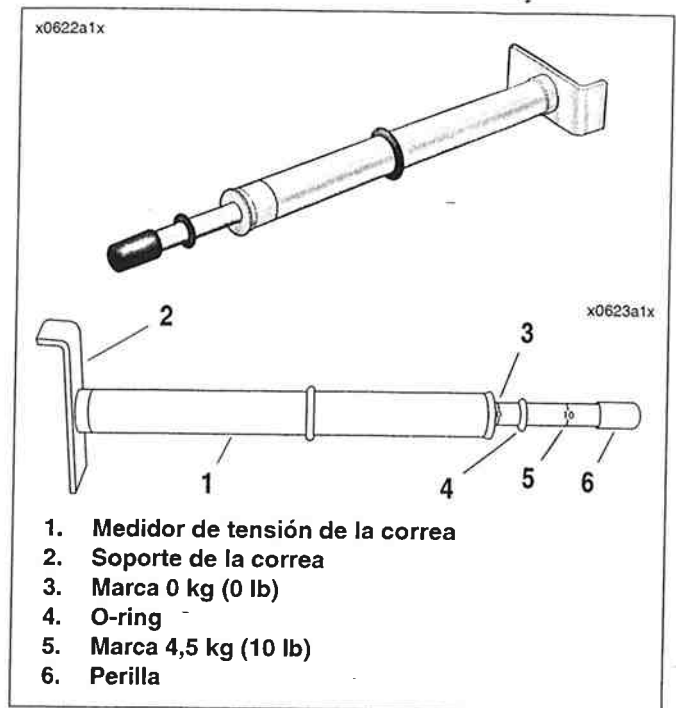
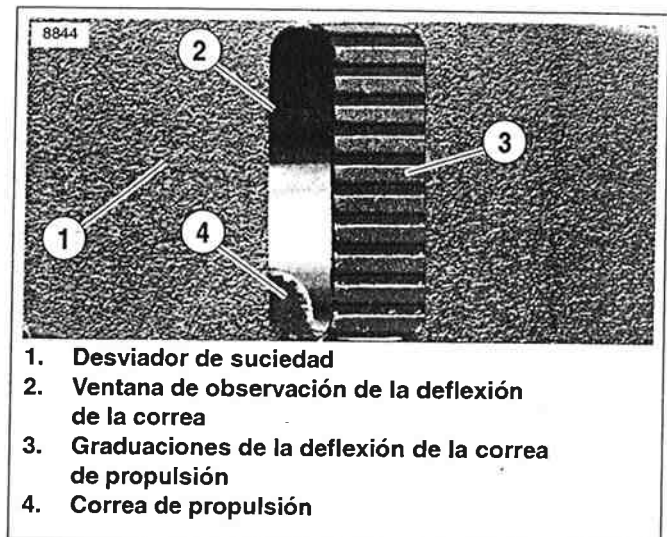

Figura 1-39. Medidor de tensión de la correa (HD-35381-A)
Figura 1-40. Ventana de deflexión de la correa
1. Vea la Figura 1-39. Obtenga el MEDIDOR DE TENSIÓN DE LA CORREA (HD-35381-A).
- a. Deslice la junta tórica (4) hacia la marca de 0 kg (0 lb) (3).
- b. Vea la Figura 1-40. Tome nota de la posición de la correa en la ventana de observación (2) con relación a las graduaciones de la deflexión (3).
- c. Vea la Figura 1-39. Encaje el soporte de la correa (2) contra la parte inferior de la correa de propulsión, aproximadamente en el punto intermedio entre las ruedas dentadas de la propulsión.
- d. Presione hacia arriba en la perilla (6) hasta que el o-ring se deslice hacia abajo a la marca de 4,5 kg (10 lb) (5).
- e. Vea la Figura 1-40. Tome nota de la posición de la correa en la ventana de observación (2) con relación a las graduaciones de la deflexión (3) mientras sostiene el medidor sin movimiento.